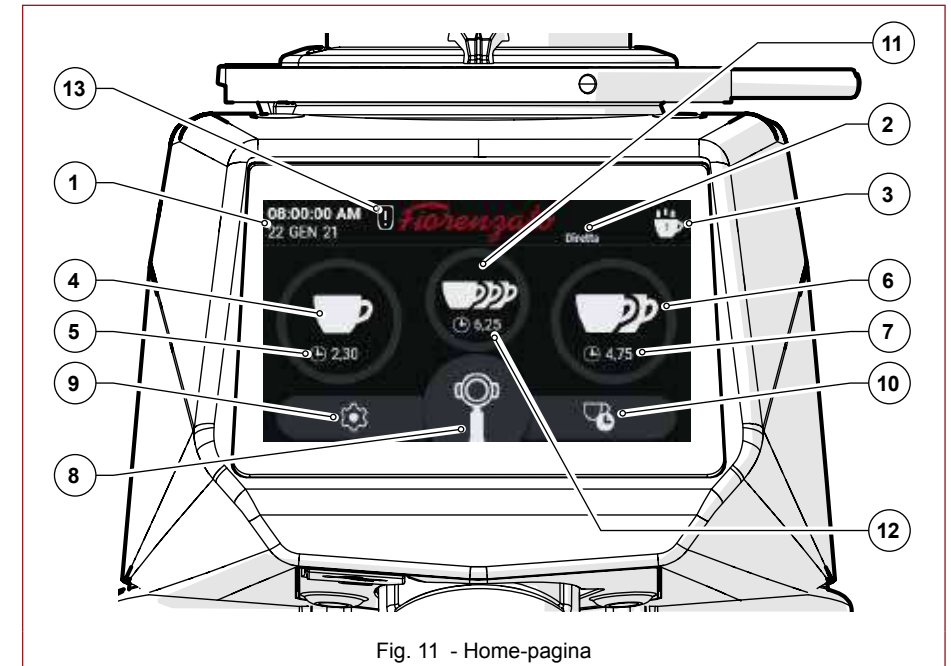

Fig. 11 - Home-pagina
Fig. 11 Toont de HOME-pagina met een beschrijving van de functietoetsen en aanwezige weergavevelden. De HOME-pagina kan worden aangepast in het "Menu Instellingen". De afbeelding in de figuur kan dus verschillen van wat daadwerkelijk op uw apparaat wordt weergegeven wanneer het voor het eerst wordt ingeschakeld.
Met betrekking tot Fig. 11 zijn de weergavevelden en functietoetsen aanwezig in de HOME-pagina:
Om naar het Menu instellingen te gaan, druk op de functietoets  die altijd zichtbaar is linksonder op de display (zie Fig. 11 Ond. 9). Zodra het commando is gegeven, laadt de display het menu voor de selectie van de te wijzigen parameter en/of de te activeren/deactiveren functie, door eenvoudig naar beneden te scrollen in de lijst met mogelijke opties totdat het gewenste item is gevonden. Het menu Instellingen bevat de volgende opties:
Selecteer de gewenste dosis (enkel, dubbel of drievoudig, indien ingeschakeld) door op de relevante functietoets te drukken (zie Fig. 11 Ond. 4, 6 of 11). Het icoon van de ingedrukte toets begint te knipperen om aan te geven dat de selectie heeft plaatsgevonden.
Druk op de toets met gehandhaafde actie “Manueel Malen” (zie Fig. 11 Ond. 8) om het continu malen te starten. Het malen stopt automatisch wanneer de toets wordt losgelaten.
Druk op de functietoets voor de enkele, dubbele of drievoudige dosis (zie Fig. 11 Ond. 4, 6 of 11); wanneer het commando wordt gegeven, start het malen van de gewenste dosis onmiddellijk.
In deze bedrijfsmodus is de microschemelaar voor de activering uitgeschakeld en zijn alle toetsen voor de selectie van de dosis (zie Fig. 11 Ond. 4, 6, 8 en 11) activeerbaar.
In deze bedrijfsmodus wordt manueel gemalen (zie Fig. 11 Ond. 8) en zijn de toetsen voor de selectie van de enkele, dubbele en drievoudige dosis (zie Fig. 11 Ond. 4, 6 en 11) uitgeschakeld.
Selecteer de gewenste dosis (enkel, dubbel of drievoudig, indien geactiveerd) door op de relatieve functietoets te drukken (zie Fig. 11 Ond. 4, 6 of 11). Na de selectie begint het icoon van de ingedrukte toets te knipperen om aan te geven dat de selectie heeft plaatsgevonden en blijft actief tot een andere dosis wordt gekozen. Druk de microschakelaar voor de activering met de filterbeker (eenmaal) in om de gekozen dosis te malen.
In deze bedrijfsmodus blijft ook het manueel malen (zie Fig. 11 Ond. 8) ingeschakeld.
- Na elke afgifte worden de tellers van de statistieken aangepast (zie Fig. 11 Ond. 3). In de statistieken komt het continu malen (zie Fig. 11 Ond. 8) overeen met een toename van het aantal afgiften met één eenheid. De maalcycli worden in het geheugen opgeslagen, ook als de optie “Statistieken tonen” in het menu Technische instellingen is uitgeschakeld.
Wanneer het manueel malen (Fig. 11 Ond. 8) is uitgeschakeld, kan de relatieve functietoets niet worden geselecteerd en wordt deze grijs weergegeven.
Activeert  of deactiveert  de weergave van de functietoets “Statistieken” op het HOME-scherm (zie Fig. 11 Ond. 3).